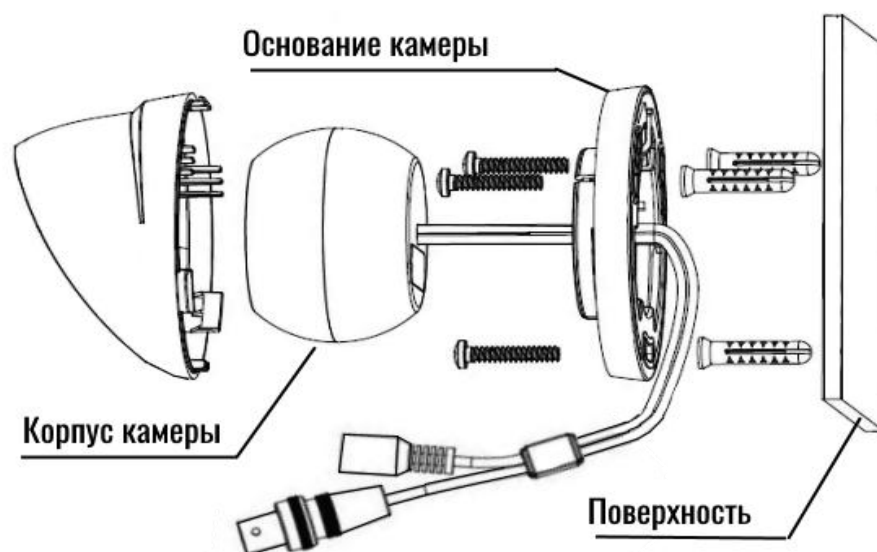

Рисунок 2 Схематичное изображение монтажа купольной АHD видеокамеры.
3.5 Прикрепите видеокамеру к установочной поверхности (рис.2). При необходимости поверните шаровой корпус видеокамеры на желаемый угол, используя особенности крепежных элементов корпуса камеры (зависит от модели камер – обойма с пластиковыми защелками или металлическая обойма с резьбовым сопряжением).